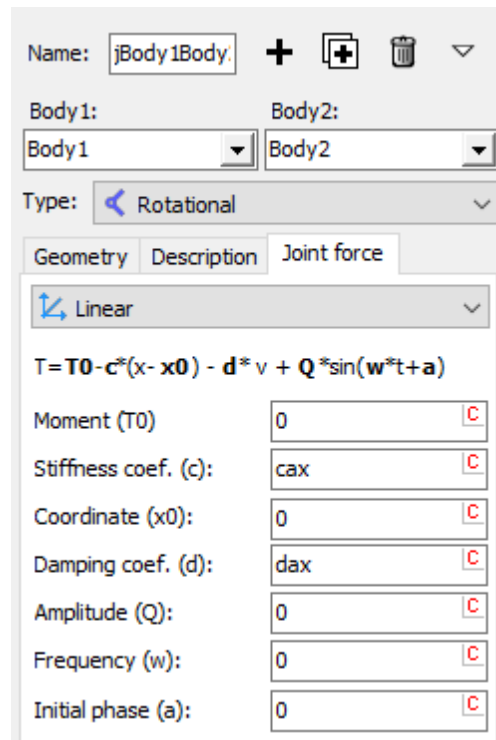

图 3.6 设置弹簧阻尼力元
6. 在 **Joint force** 页面选择 **Linear** 类型力元，分别设置刚度系数 **cax** 和阻尼系数 **dax**，如图 3.6 所示。